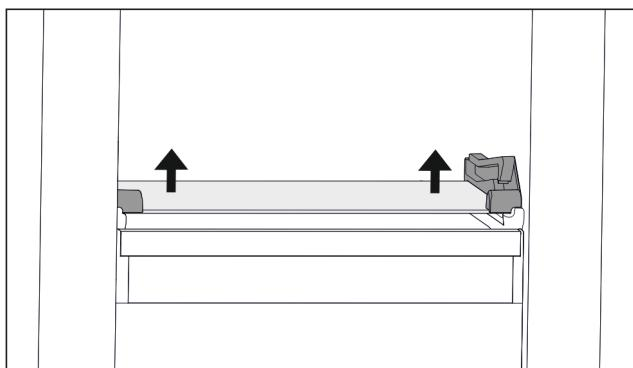

Fig. 107 Стеклянная пластина откидного выдвижного ящика
- ▶ Нажмите на стеклянную пластину снизу вверх с обеих сторон. (см. Fig. 107)